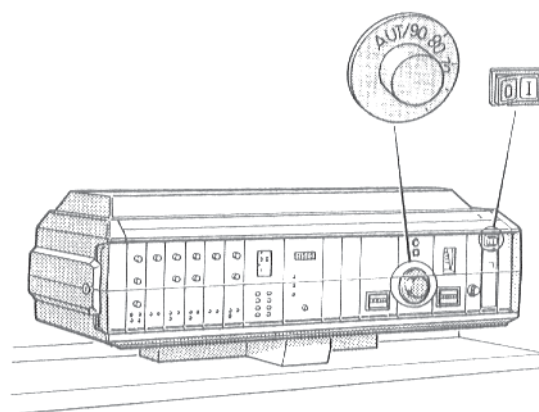

Рис. 30
- Установить переключатель (рис. 30) на I (ВКЛ.)
- Установить регулятор температуры котельной воды (рис. 30) на желаемую температуру. У "Ecomatic-регулировании" на "AUT".